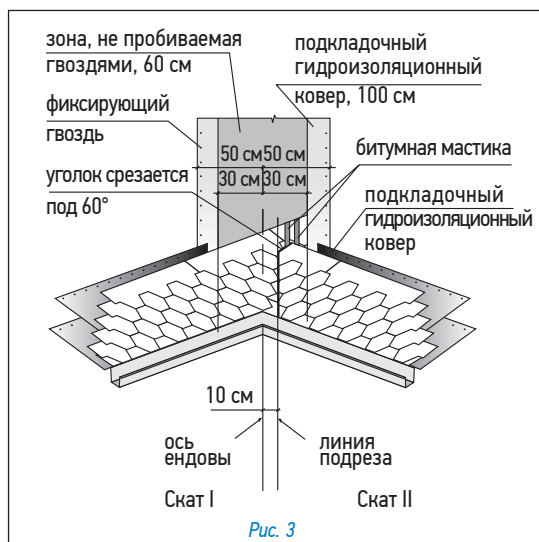

Рис. 3
Ендова (рис. 3)
- лист, подходящий к ендове со ската II, должен доходить до линии подрезки и обрезаться по ней. Верхний уголок обрезанного края листа подрезается под углом 60° (5×3 см — рис. 3);